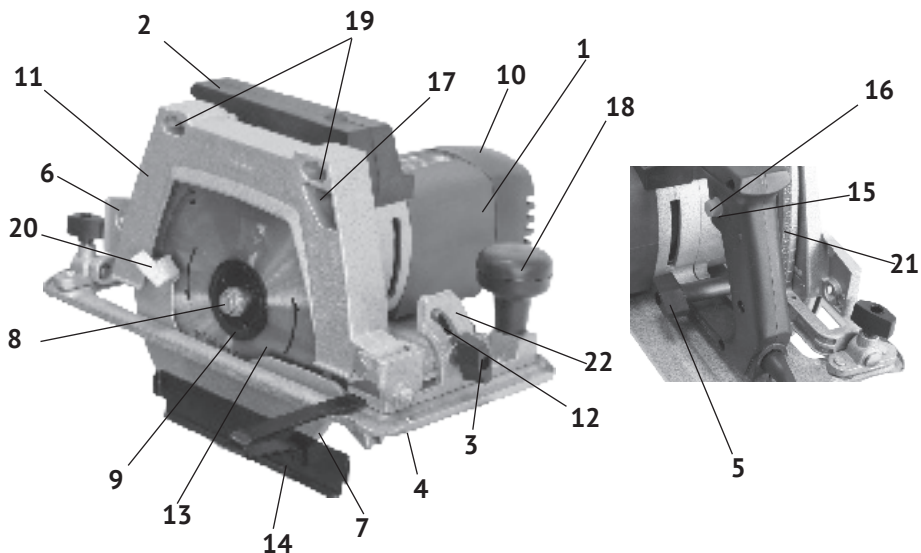

рис. 1
1.6 Общий вид пилы представлен на рис.1
1.7 Пила состоит из коллекторного двигателя в пластиковом корпусе (рис.1 поз.1) и металлического редуктора. Верхний неподвижный кожух (рис.1 поз.11) является одновременно крышкой корпуса редуктора. Крутящий момент с якоря электродвигателя, через шестерню, передаётся на шпindel, соосный с электродвигателем. На шпindel пилы, между опорным и зажимным (рис.1 поз.9) фланцами крепится пильный диск (рис.1 поз.13). Это основной рабочий инструмент пилы. Пила имеет функции: изменение глубины реза и поворот режущего блока (вправо) для наклонного пиления (до 45°).
1.8 Клавиша выключателя (рис.1 поз.15) расположена на внутренней части рукоятки (рис.1 поз.2). Включение пилы осуществляется нажатием на клавишу выключателя указательным пальцем. Слева на рукоятке находится кнопка фиксации (рис.1 поз.16) клавиши выключателя в рабочем положении.
- нажав клавишу, зафиксировать её нажатием кнопки фиксации (рис.1 поз.16) в рабочем положении; повторное нажатие на клавишу отключает пилу при этом кнопка фиксации (со щелчком) возвращается в исходное положение.
На верхнем защитном кожухе (рис.1 поз.11) стрелкой указано направление вращения диска.
- надёжность крепления деталей корпуса двигателя, рукояток, направляющей плиты (рис.1 поз.4) и отсутствие их повреждений, затяжку всех резьбовых соединений, исправность редуктора (вращение шпинделя от руки без заеданий);
- работу подвижного защитного кожуха (рис.1 поз.7);
2.2.1 Закрепить на шпиндель пильный диск (рис.1 поз.13), соответствующий обрабатываемому материалу. Для установки (замены) диска необходимо:
- открутить ключом (входит в комплект поставки) болт крепления диска (рис.1 поз.8), снять зажимной фланец (рис.1 поз.9);
- переместить вверх за рычаг (рис.1 поз.20) нижний подвижный кожух (рис.1 поз.7), снять пильный диск (при замене);
- закрепить в отверстие для выброса опилок (рис.1 поз.17), на неподвижном кожухе (рис.1 поз.11), патрубок отвода стружки (входит в комплект поставки).
- ослабить винт (рис.1 поз.5) регулировки глубины пропила;
- выставить по шкале кронштейна (рис.1 поз.21) нужную глубину пропила;
- ослабить винт (рис.1 поз.3) фиксации угла наклона режущего блока к основанию;
- подняв за рукоятку режущий блок (двигатель с диском), выставить по шкале кронштейна (рис.1 поз.22) необходимый угол пиления;
2.2.5 При необходимости отпиливания заготовок строго определённой ширины, установите параллельный упор (рис.1 поз.14). Упор вставляется в прорезь (справа или слева) направляющей плиты и крепится винтом (рис.1 поз.12).
Пропил производите, подавая пилу вперёд двумя руками, используя дополнительную рукоятку (рис.1 поз.18), плотно прижимая основание (рис.1 поз.4) к обрабатываемой заготовке.
- закрепить, используя отверстия (рис.1 поз.19) в неподвижном кожухе, двумя струбцинами (из комплекта поставки) к поверхности верстака (рабочего стола);
- установить на кронштейн (рис.1 поз.6) неподвижного кожуха расклинивающий нож с закреплённым на нём пластиковым защитным кожухом (входят в комплект поставки);
- при отпиливании заготовок определённой ширины, вставить в прорезь основания параллельный упор (рис.1 поз.14) и закрепить его винтом (рис.1 поз.12) в нужном положении.
Убедившись в надёжном креплении пилы, нажмите клавишу выключателя и зафиксируйте её кнопкой (рис.1 поз.16) во включённом положении. Соблюдая все меры предосторожности, двумя руками плавно подавайте заготовку к пильному диску, прижимая её по всей длине к направляющей плите (основанию).
**Внимание!** Не фиксируйте нижний подвижный кожух (рис.1 поз.7) в открытом положении. Это может привести к заклиниванию диска, а также к травмам и повреждениям. Кожух будет автоматически сдвигаться при подаче заготовки.
3.2 Для замены щёток необходимо: снять крышку двигателя (рис.1 поз.10), вынуть из щёткодержателей использованные щётки и заменить их новыми. Щётки следует заменять парой для обеспечения равной степени их давления на коллектор якоря.